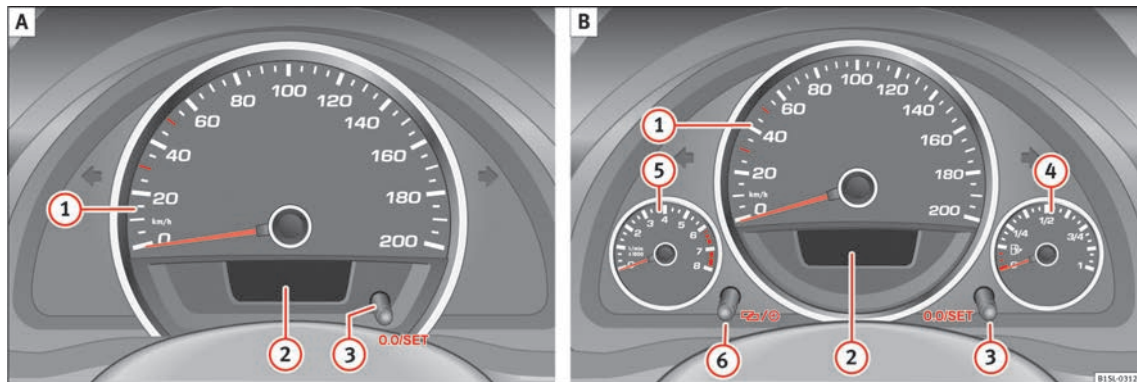

Abb. 95 Kombiinstrument in der Instrumententafel: Variante 1 (A) und Variante 2 (B).
» Abb. 95:
Im Display des Kombiinstrumentes »» **Abb. 95** ❷ können je nach Fahrzeugausstattung verschiedene Informationen angezeigt werden:
Die Anzeige des Service-Ereignisses erfolgt im Display des Kombiinstruments »» **Abb. 95**